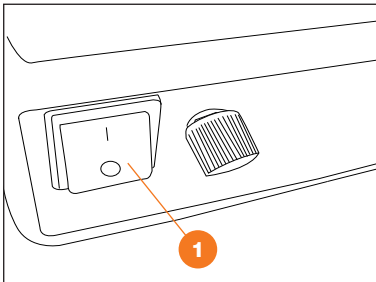

Рис. 7
Включите опрыскиватель, переведя клавишный выключатель **1** в положение «Вкл», после чего насос опрыскивателя заработает и начнет создавать давление. Создав номинальное давление, насос автоматически отключится (Рис. 7).
Чтобы закончить процесс опрыскивания, отпустите рукоятку управления и переведите клавишный выключатель ❶ в положение «Выкл» (Рис. 7).